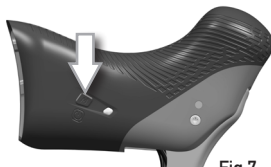

Fig.7
2) Mantenga presionados simultáneamente los botones MODE de los mandos Ergopower (Fig. 7) durante 5 segundos, hasta que los ledes se enciendan en color ROSA.